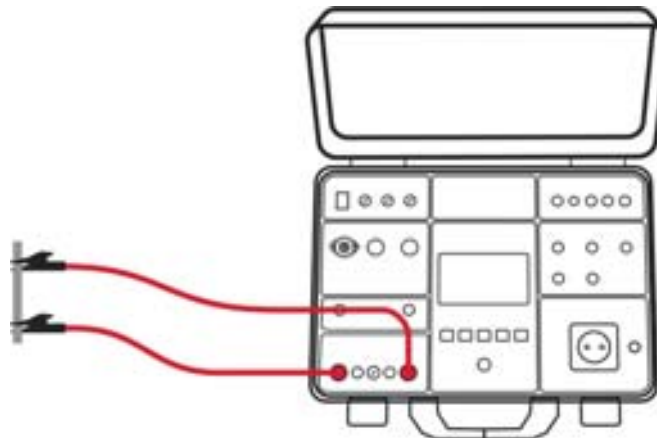

Fig. 26: Connexion des bornes de mesure pour la calibration
4. Connecter les bornes de mesure comme le montre la figure ci-dessous, s'assurer que les deux crocodiles sont reliés le plus près possible l'un de l'autre et à une partie du fil non isolé (voir Fig. 26)